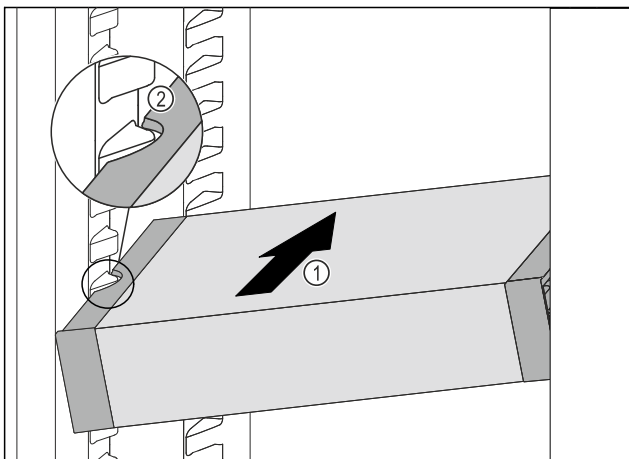

Fig. 171
- VarioSafe schräg in das Kühlteil einschieben Fig. 171 (1), bis sich die seitlichen Aussparungen Fig. 171 (2) des VarioSafes auf Höhe der Behälterrippe im Kühlteil befinden.